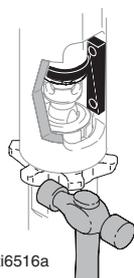

Рис. 13
5. См. Рис. 13. Ослабьте затяжку контргайку. Выкрутите насос.